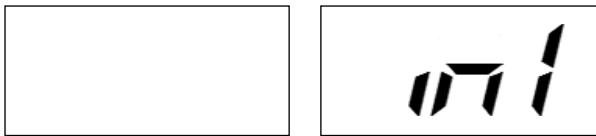

図 F6.3 バランスウェイト W1 の位置の入力
- 3) 外側にアンバランス量がある場合、本機は図 F6.3 に示す情報を表示します。